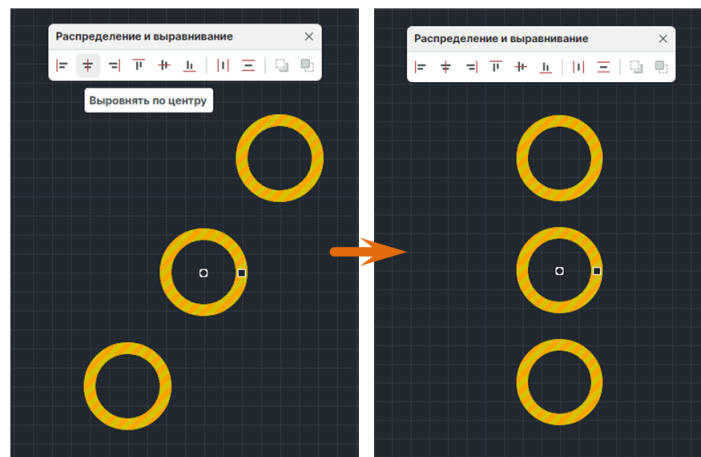

Рис. 294 Выравнивание по центру
2. На панели «Распределение и выравнивание» выберите инструмент «Выворнять по центру», который обозначен иконкой , см. Рис. 294.